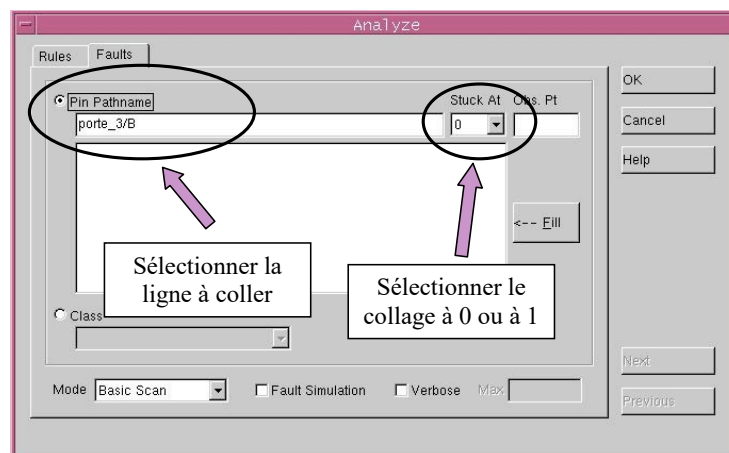
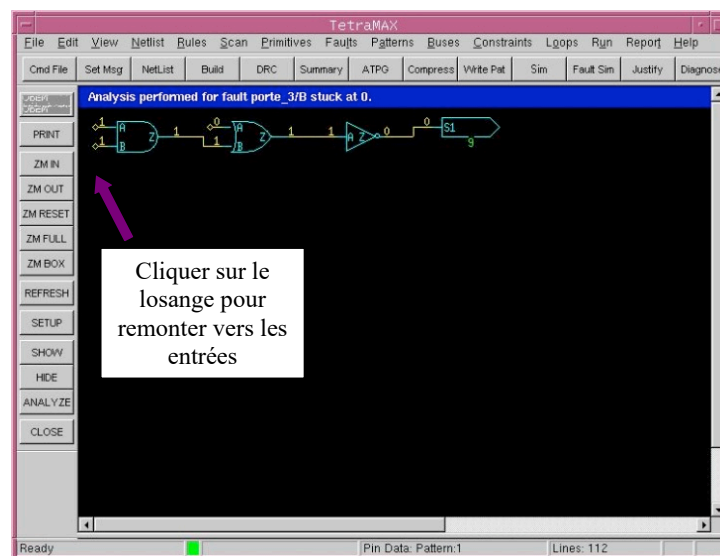

Figure 6 : Fenêtre d'analyse de faute
Figure 7 : Fenêtre d'analyse de faute
- Chemin de l'effet de faute : Dans le menu de gauche cliquer sur **ANALYSE**, ensuite sur l'onglet **Faults** la fenêtre (c.f. Figure 6) s'ouvre. Dans cette exemple on souhaite analyser pas à pas le test du collage à 0 de l'entrée B de la porte 3 (**porte_3/B Stuck at 0**). Cliquer sur **OK**, vous pouvez voir sur la fenêtre principal (Figure 7) le chemin parcouru par l'effet de faute et les valeurs à appliquer sur les entrées des portes logiques pour propager cette effet de faute. Pour passer à l'étape de JUSTIFICATION, il suffit de cliquer sur les petits losanges qui se trouvent sur les entrées des portes logiques.